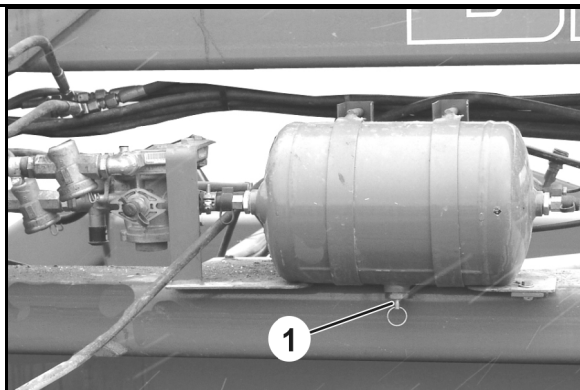

図 83
3. 圧縮空気タンクから水が流れ出てこなくなるまで、リングを介して排出バルブ（図 83/1）を横方向に引きます。
圧縮空気タンク（図 83/1）は、